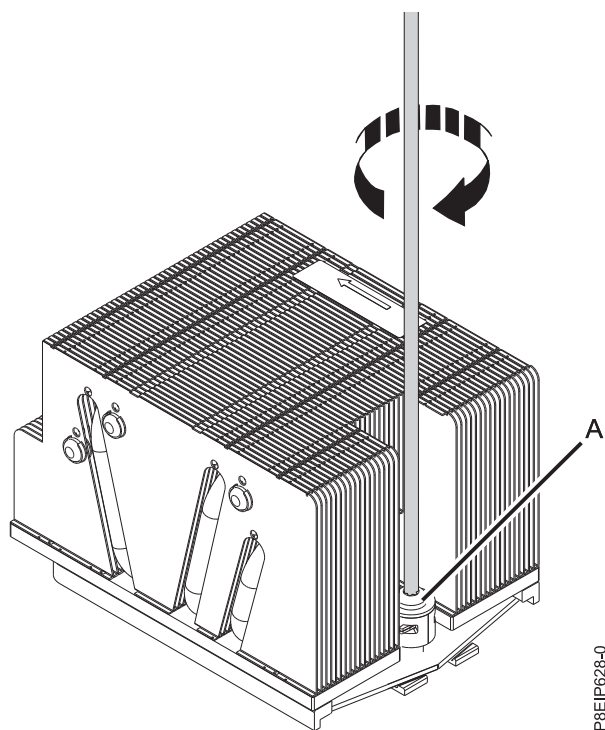

Figure 69. Serrage de la vis du bras de chargement
11. Serrez le bras de chargement (A) avec un tournevis Phillips n°3, comme indiqué dans la figure 69.